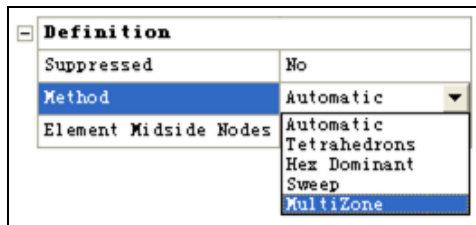

图 3-40 使用多区方法
**步骤 03** 将 Definition 栏的 Method 设置为多区 (MultiZone), 即可使用多区方法进行网格划分,如图 3-40 所示。